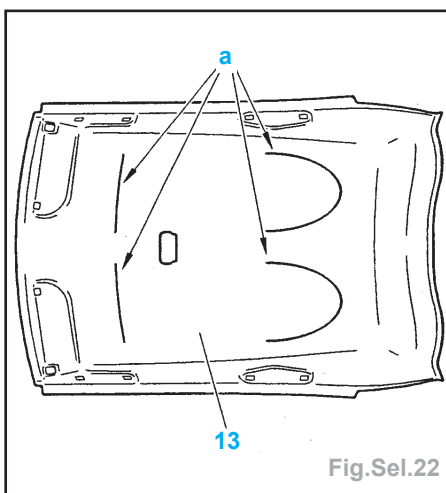

Fig.Sel.22
- Décoller les cordons de colle en «a» de la garniture à l'aide d'une spatule (Fig.Sel.22).